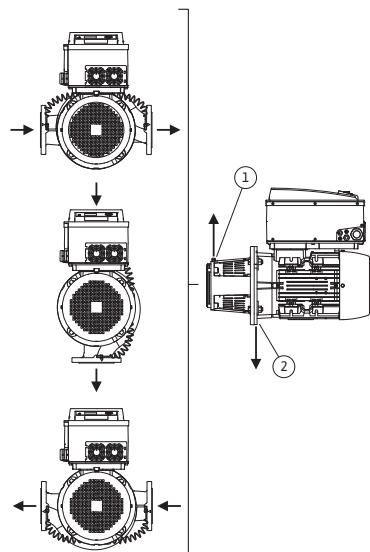
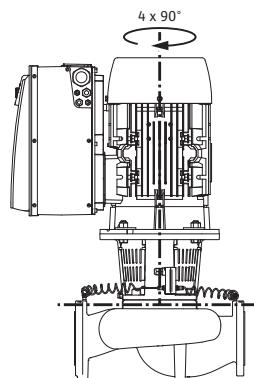

Fig. 18: Toegestane inbouwposities met horizontale motoras
Fig. 19: Toegestane inbouwposities met verticale motoras
De toegestane inbouwposities met horizontale motoras en elektronica-module naar boven (0°) zijn in Fig. 18 weergegeven. De toegestane inbouwposities met zijaarts gemonteerde elektronica-module ($+/- 90^\circ$) zijn niet afgebeeld. Elke inbouwpositie behalve "Elektronica-module naar beneden" (-180°) is toegestaan. De ontluchting van de pomp wordt alleen gegarandeerd als het ontluchtingsventiel naar boven is gericht (Fig. 18, pos. 1). Alleen in deze positie (0°) kan het condensaat gericht worden aangevoerd via aanwezige boorgaten, pomplantaarn en motor (Fig. 18, pos. 2). Verwijder daarvoor de stop aan de motorflens.
De toegestane inbouwposities met verticale motoras zijn in Fig. 19 weergegeven. Elke inbouwpositie behalve "Motor naar beneden" is toegestaan.
- Het ontluchtingsventiel op het lantaarnstuk (Fig. 6, pos. 1.31) moet bij een horizontale motoras altijd naar boven zijn gericht zijn (Fig. 6a: en Fig. 6b:). Bij verticale motoras is elke oriëntering toegestaan. Zie hiervoor ook Fig. 18: "Toegestane inbouwposities met horizontale motoras" op pagina 215 of Fig. 19: "Toegestane inbouwposities met verticale motoras" op pagina 215.
- Bij een horizontale motoras is de positie van de condensaatboring naar onderen vereist (Fig. 18, pos. 2). Eventueel moet de motor worden gedraaid.